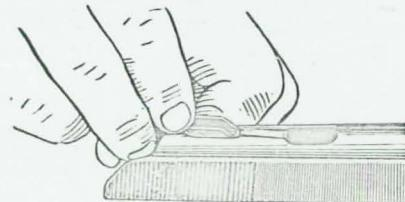

Рис. 16. Отделение выбрасывателя от затвора
**12. Разобрать затвор.** Вначале вынуть ударник и отделить переводчик-предохранитель. Для этого левой рукой взять затвор за переднюю часть и держать его флагжком переводчика-предохранителя к себе; большим пальцем правой руки поворачивать флагжок вверх, пока он не примет вертикальное положение; слегка ударяя задней частью затвора по ладони правой руки, извлечь ударник из канала затвора; указательным и большим пальцами правой руки взять флагжок и, покачивая его, отделить от затвора переводчик-предохранитель. Затем отделить выбрасыватель (рис. 16). Для этого положить затвор на стол прицелом вверх; придерживая затвор левой рукой, правой рукой утопить отверткой стопор выбрасывателя и, поднимая задний конец его вверх, про-